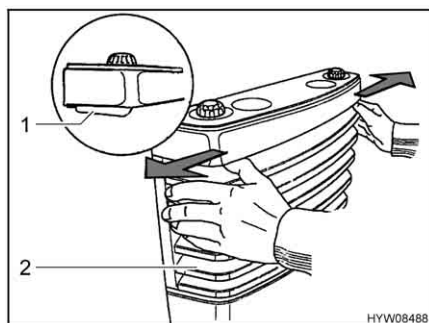

Fig. 83 Rimozione della copertura del riscaldamento
- Rimuovere la copertura del riscaldamento (Fig. 83,2). A tale scopo spingere contemporaneamente verso l'esterno le due leve di chiusura (Fig. 83,1) e ribaltare la copertura in avanti.